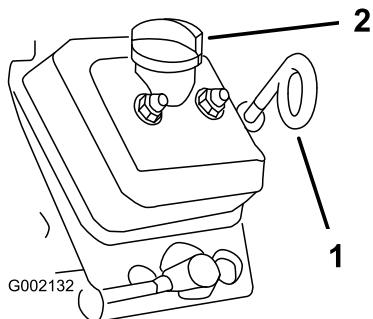

Figura 42
- 8. Pulite la zona circostante l'asta di livello dell'olio, il tappo di riempimento e il collo del bocchettone e rimuovete l'asta (Figura 42).
- 9. Rimuovete il tappo di riempimento e versate l'olio specificato nel collo del bocchettone finché non raggiunge il segno Full sull'asta di livello (Figura 42).
- 10. Inserite l'asta di livello a fondo nel tubo dell'asta, rimuovete l'asta e controllate il livello dell'olio (Figura 42).
- 11. Inserite l'asta di livello nel tubo dell'asta e il tappo di riempimento nel collo del bocchettone, fino a quando l'asta e il tappo non sono saldamente in posizione (Figura 42).